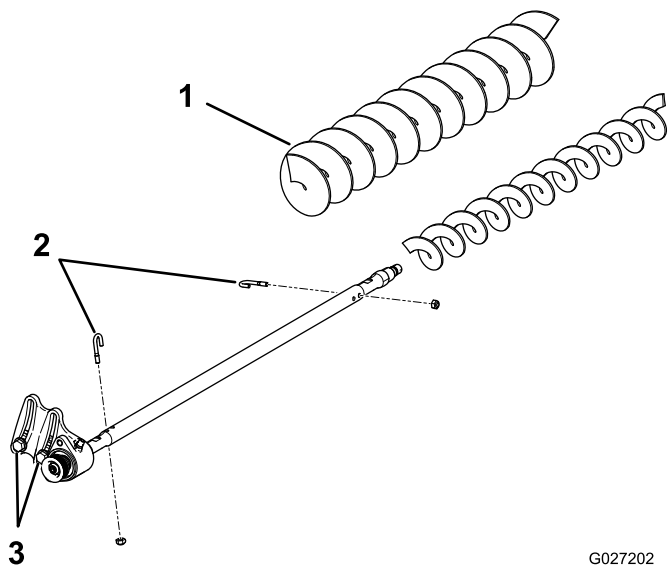

图 21
3. 拆下 2 个 J 形螺栓和螺母 图 21。
4. 滑动现有滚筒刷从刷轴上取下来 图 21。
5. 松开将传动轴承座固定到轴承座安装支架上的 2 个螺栓、垫圈和螺母 图 21。
6. 把高剪滚筒刷滑入刷轴 图 21。
7. 使用之前卸下的 2 个 J 形螺栓和螺母把滚筒刷夹在轴上 图 21。